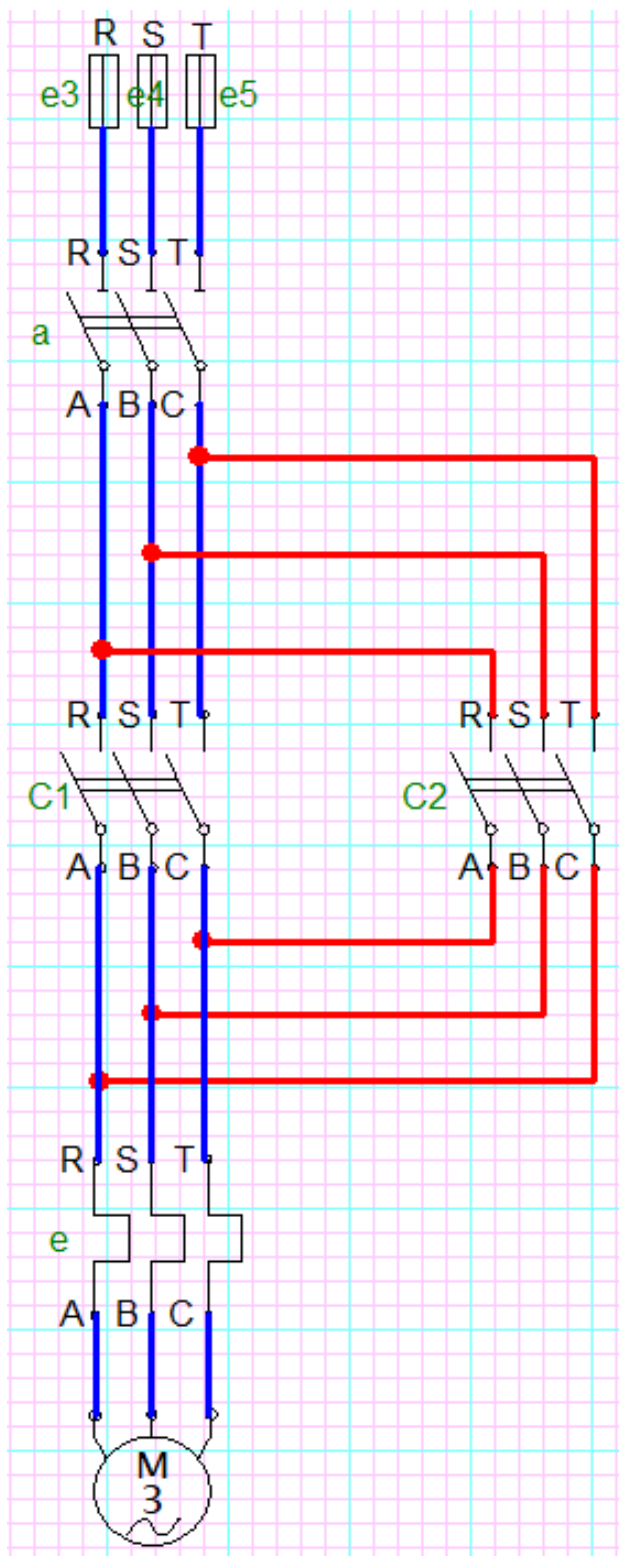

Figura 5.10 Schema electrică de forță a inversorului de sens
5. După executarea conexiunilor schema arată ca în figura 5.10